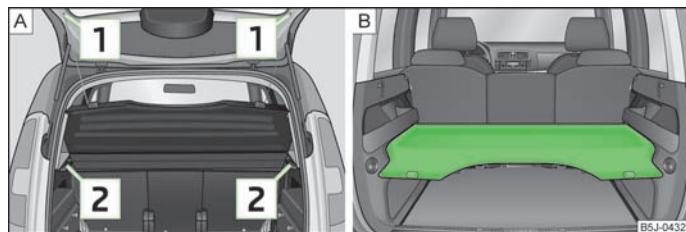

Abb. 45 Gepäckraumabdeckung ausbauen / Gepäckraumabdeckung in der unteren Position
- Die Haltebänder [1] » Abb. 45 aushängen.
Die Gepäckraumabdeckung kann auch in der unteren Position auf den Stützelementen angebracht werden » Abb. 45 - [B].